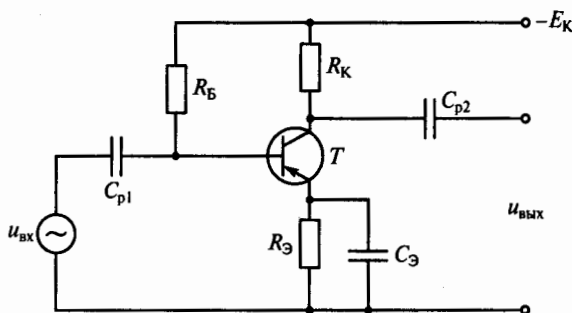

Рис. 207
8.26. В схеме усилительного каскада с общим эмиттером на рис. 207 введена температурная эмиттерная стабилизация при помощи цепочки  $R_{\text{Э}}$ ,  $C_{\text{Э}}$ . Каким должно быть емкостное сопротивление  $x_{C_{\text{Э}}}$  конденсатора  $C_{\text{Э}}$ , чтобы при этом не изменился коэффициент усиления каскада по напряжению?